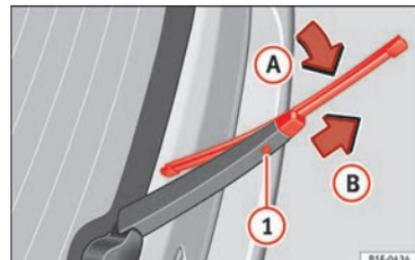

Abb. 83 Scheibenwischerblatt der Heckscheibe auswechseln.
- Wischerblatt leicht drehen »» **Abb. 83** (Pfeil **A**).